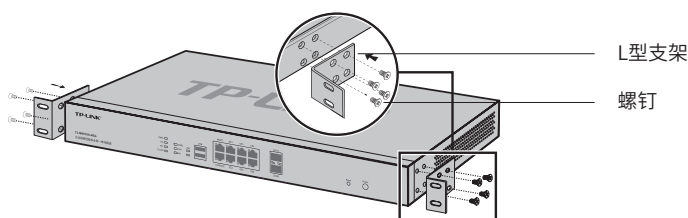

图2-1 支架安装示意图
2. 将配件中的两个L型支架分别安装在设备面板的两侧，并用配件中提供的螺钉固定，如图2-1所示；